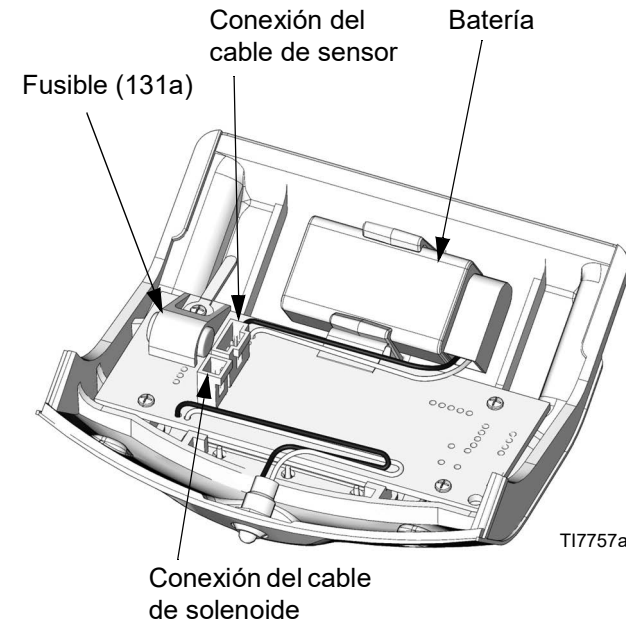

FIG. 5. Ubicación de la batería y el fusible de DataTrak
- Desconecte los cables del solenoide y sensor de embalamiento de la tarjeta del módulo. Vea la FIG. 5.
- Lleve el módulo DataTrak (131) a una ubicación no peligrosa.